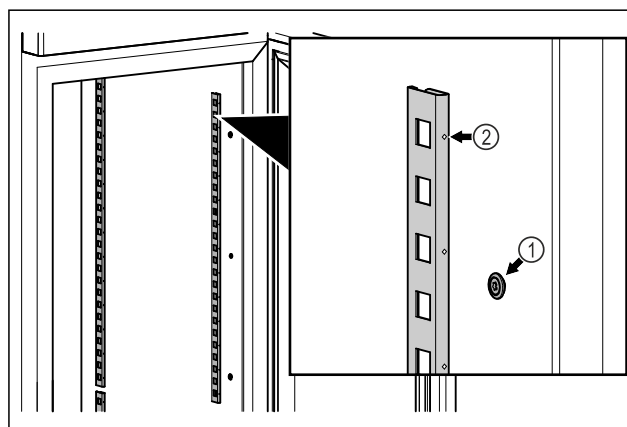

Fig. 48 Vejledende illustration
► Hægt glaslisterne Fig. 48 (1) fast i ophænget. Mærket Fig. 48 (2) skal pege fremad.